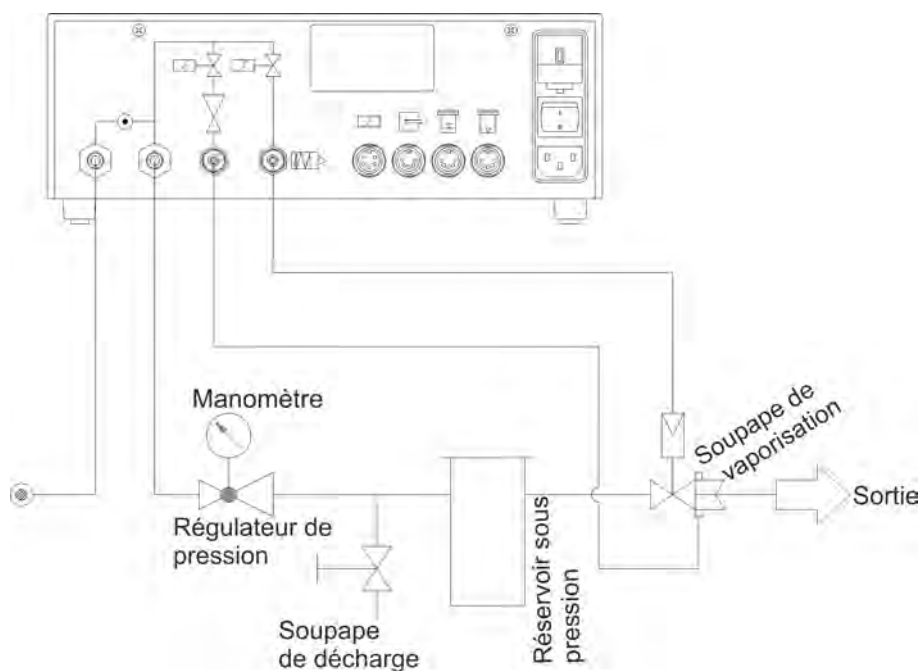

Fig. 1 : Description du fonctionnement
4. ► Etablir le raccordement d'air comprimé (voir Fig. 1 ).
5. ► Brancher la soupape de vaporisation d'air (voir Fig. 1 ).